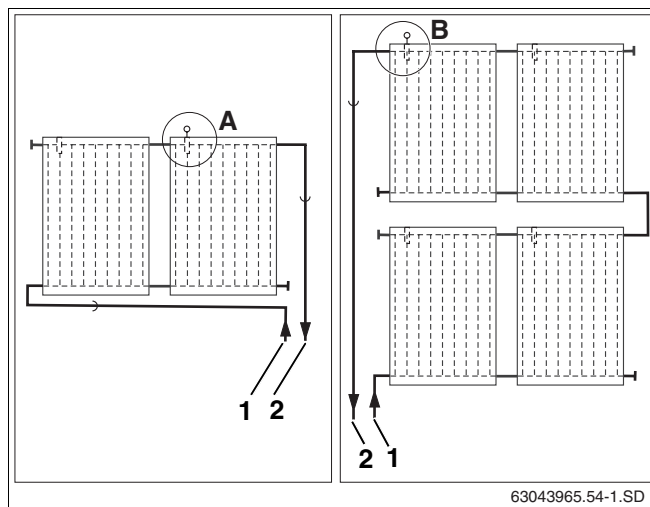

fig. 50 Local de instalação do sensor do colector (apresentação esquemática)
Atenção ao local de instalação nos sistemas de colectores de uma ou de duas filas (fig. 50).
O sensor do colector deve ser instalado no colector com a tubagem de impulsão ligada (fig. 50, **item 2**).
- Local de instalação (fig. 50, **item A**) para sistemas de colectores unilaterais com tubagem de impulsão à direita.
- Local de instalação (fig. 50, **item B**) para sistemas de colectores bilaterais com tubagem de impulsão à esquerda.